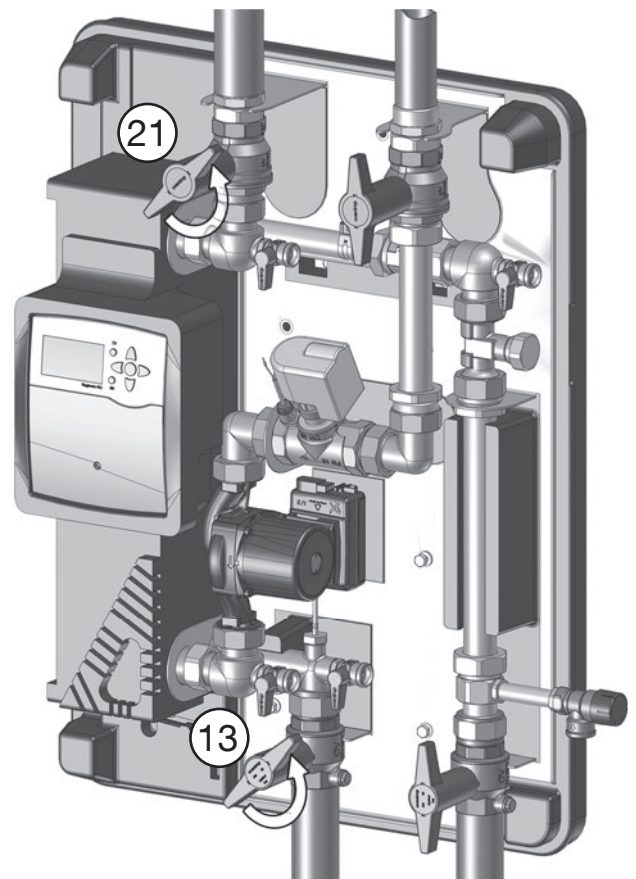

Abb. 5.12: Absperrkugelhähne 13 (Trinkwasser warm) und 21 (RL Speicherkreis) öffnen
17. Absperrkugelhähne 13 und 21 öffnen (Abb. 5.12).